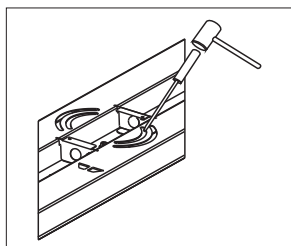

Fig. 2
- Le luminaire enveloppant à DEL est compatible et prête à installer avec une boîte de jonction à montage en surface de 10,2 cm avec un trou de montage espacé de 9,0 cm (3,5 po). Si vous utilisez une boîte de jonction de 7,6 cm (3 po) avec un trou de montage espacé de 7,0 cm (2,75 po), utilisez les fentes de trou de montage alternatives du luminaire en retirant les entrées défonçables. Assurez-vous de bien soutenir le luminaire avant de retirer les entrées défonçables pour éviter la déformation du luminaire. Retirez les entrées défonçables nécessaires au montage. Pour ce faire, placez simplement la tête plate d'un tournevis sur l'entrée défonçable et frappez-la brusquement avec un marteau. Retirez la pastille avec des pinces (Fig. 2).